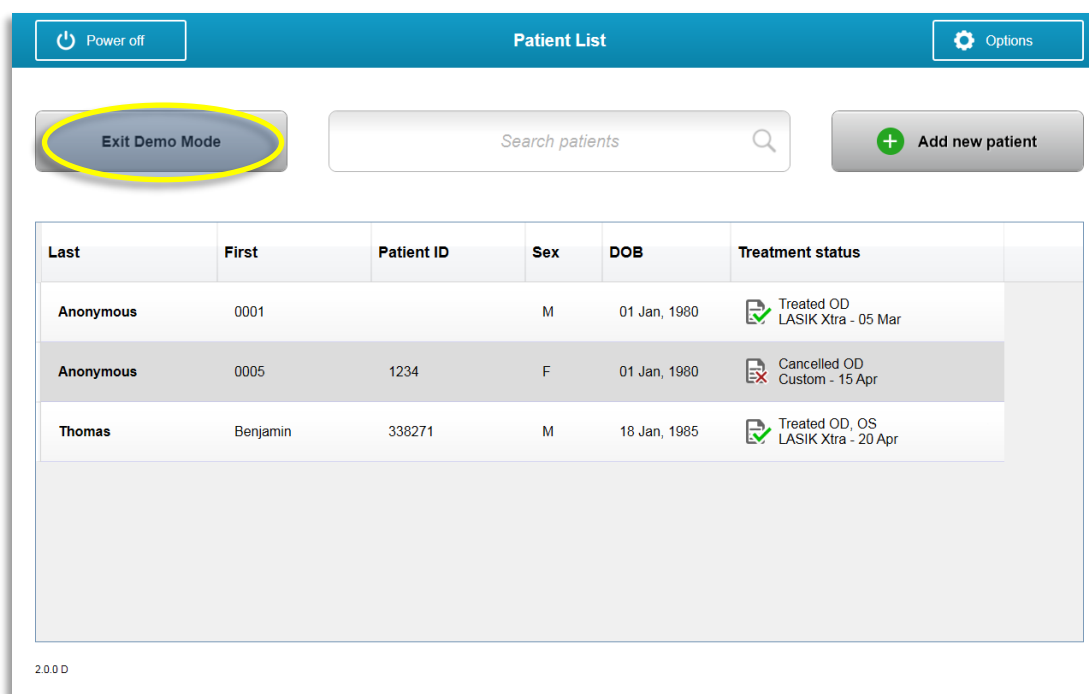

Figure 3-60. Patient List (Liste de patients) indique le Mode démo
- o Les écrans du système KXL indiqueront que le système est actuellement en « Demo Mode » (Mode démo) comme illustré aux figures 3-60 et 3-61.